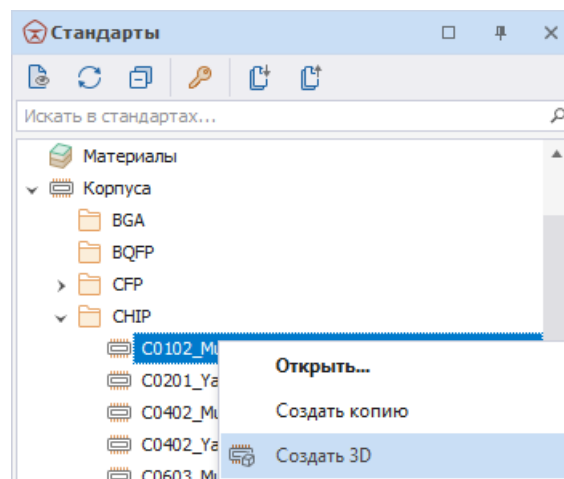

Рис. 91 Создание 3D модели корпуса
2. Вызовите контекстное меню и выберите пункт «Создать 3D», см. Рис. 91.